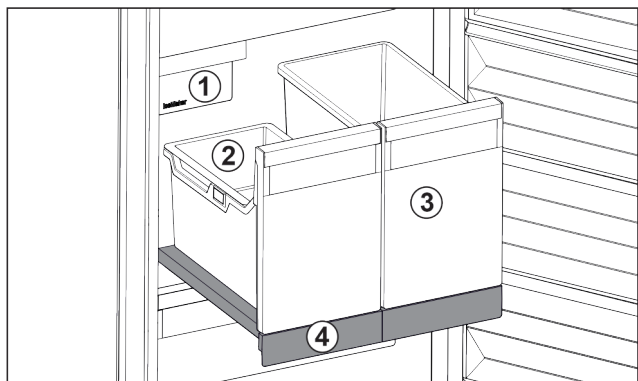

Fig. 117 Kihúzható rács IceTower egységgel
A kihúzható rácson két magas tároló van kialakítva (IceTower). A tárolóban Fig. 117 (2) gyűlnek össze és tárolhatók az IceMaker által készített jégkockák. A tároló Fig. 117 (3) magas élelmiszerek tárolására alkalmas, például pizza vagy az alkoholos ital tehető bele.